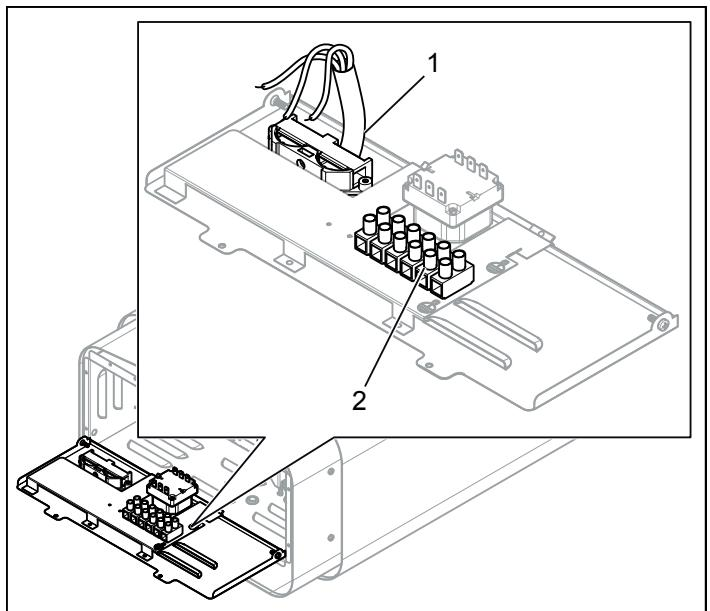

Fig 10: Elanslutning
3. Anslut elkabeln (se Fig 10) enligt kopplingsschema (se Fig 18-23).